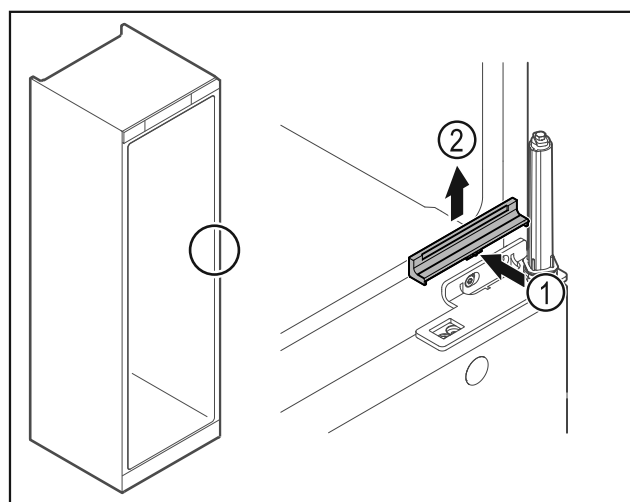

Fig. 21
- Presionar ligeramente la cubierta Fig. 21 (1) por el centro y retirarla hacia arriba Fig. 21 (2).